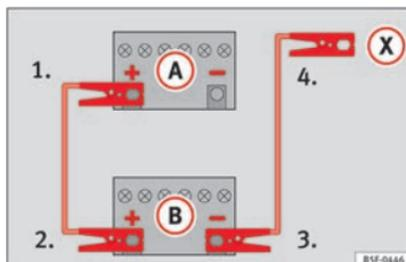

Fig. 77 Schéma de branchement pour les véhicules non équipés du système Start-Stop.
cule dont la batterie est déchargée **(A)** »» **fig. 77**.
4. Sur les véhicules sans système Start-Stop : raccordez une extrémité du câble d'urgence noir à la borne négative (-) du véhicule fournissant le courant **(B)** »» **fig. 77**.